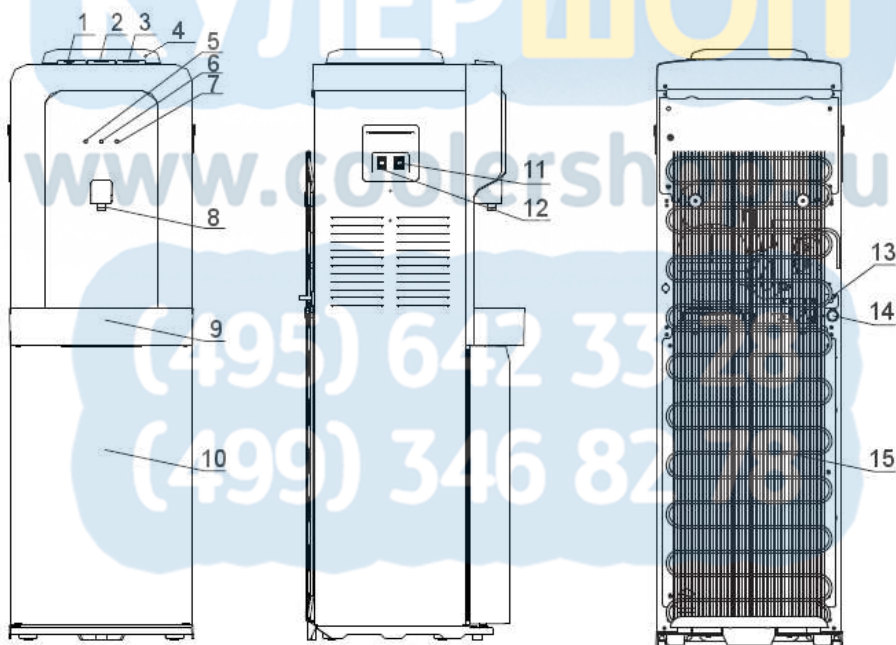

Рис.1. Схема аппарата V900 CS (V900 BS)
3. Возьмите емкость для воды и слейте с краника холодной воды воду. Убедитесь, что горячая вода в аппарате остыла и только после этого слейте горячую воду с краника горячей воды. Остатки воды в системе необходимо слить, открыв пробку из отверстия для слива воды, расположенного на задней стенке аппарата (рис.1 - 14). Вставьте пробку обратно в отверстие для слива воды.
8. Через 5-6 часов слейте раствор из системы: слейте воду из краников холодной и горячей воды, остатки раствора слейте через отверстие для слива воды (рис.1 - 14). Вставьте пробку обратно в отверстие для слива воды.
9. Промойте аппарат чистой водой (необходимо залить в систему около 4 литров чистой воды и слить через краники горячей и холодной воды, отверстие для слива воды (рис.1 - 14)). При необходимости повторите процедуру. Вставьте пробку обратно в отверстие для слива воды.
5. Остатки воды в системе необходимо слить, открыв пробку из отверстия для слива горячей воды (рис.1 - 14).